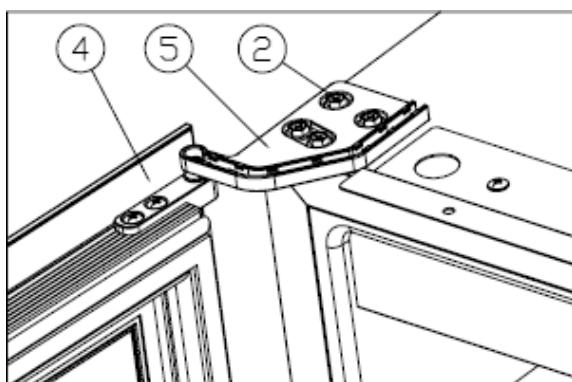

Рисунок 6
Поверните дверь (4) на 180 градусов и вставьте правую нижнюю петлю (5), плотно завинтите винты M5\*16 (2). [Рисунок 6]